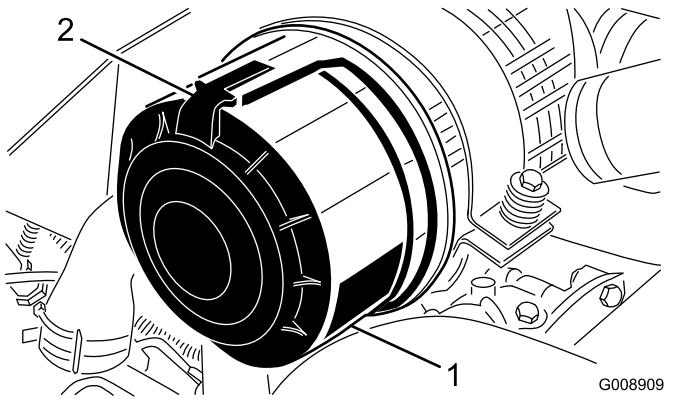

Figura 45
1. Liberte os trincos que fixam a cobertura do filtro de ar ao respetivo corpo (Figura 45).